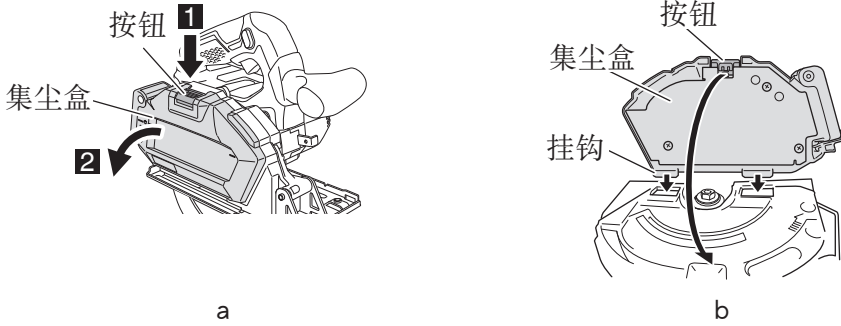

图13
按下按钮，拆卸集尘盒。(图13-a)
将下部挂钩(2处)挂在主体上，插入上部按钮，然后将集尘盒安装到主体上。(图13-b)
- (1) 按下按钮，拆卸集尘盒。(图13-a)
- (4) 如果垫圈(A)已拆下，请先将其安装在主机上。然后，将锯片安装到主轴上，最后固定垫圈(B)。
- (5) 为确保锯片转动方向正确，锯片上的箭头方向必须与锯盖上的箭头方向相一致。
- (6) 用手指尽量将固定锯片的螺栓拧紧。然后压下锁紧杆，锁住主轴，并拧紧螺栓。
- (7) 确保锁紧杆仍在原来的位置。
- (8) 安装集尘盒。（第21页的图13-b）